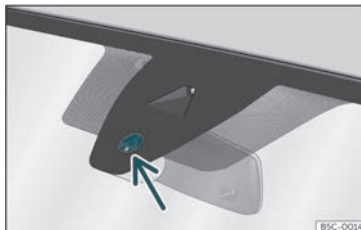

Fig. 101 Superficie sensibile del sensore pioggia.
Di seguito sono riportate alcune delle possibili cause di anomalia e di interpretazione scorretta nella zona della superficie sensibile >>> fig. 101 del sensore pioggia: »
- Pulire regolarmente la superficie sensibile del sensore pioggia >>> fig. 101 (freccia) e verificare la presenza di eventuali danni sulle spazzole.